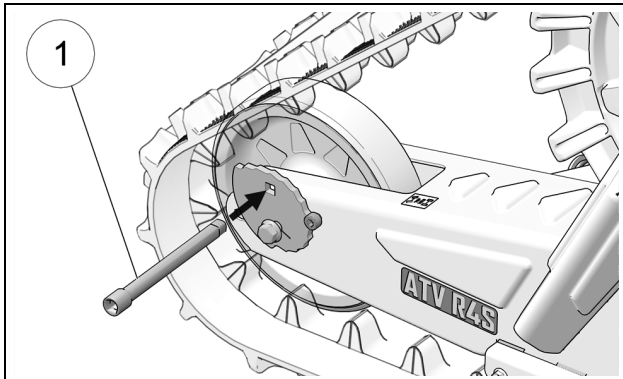

Figure 25
- Insérer une rallonge de clé à cliquet à prise 3/8" (1) au trou carré de la came tendeur. Figure 25.